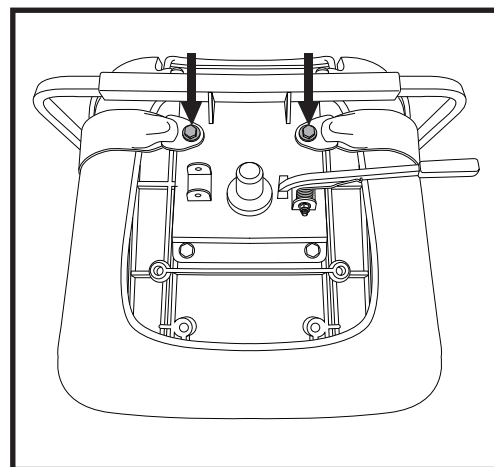

Figure 14. Boulons du ceinture de positionnement
Le levier de rotation est situé sur le côté droit de la base du siège et le bloque dans plusieurs positions. Voir la figure 14.
Votre véhicule peut être équipé d'une ceinture de positionnement de type automobile réglable pour votre confort. **Voir la figure 14.** La ceinture de positionnement est conçue pour supporter et empêcher le conducteur de glisser ou d'avancer sur le siège. La ceinture de positionnement n'est pas une ceinture de sécurité.
2. Placez le siège à l'envers pour faire face à sa base. **Voir la figure 14.**